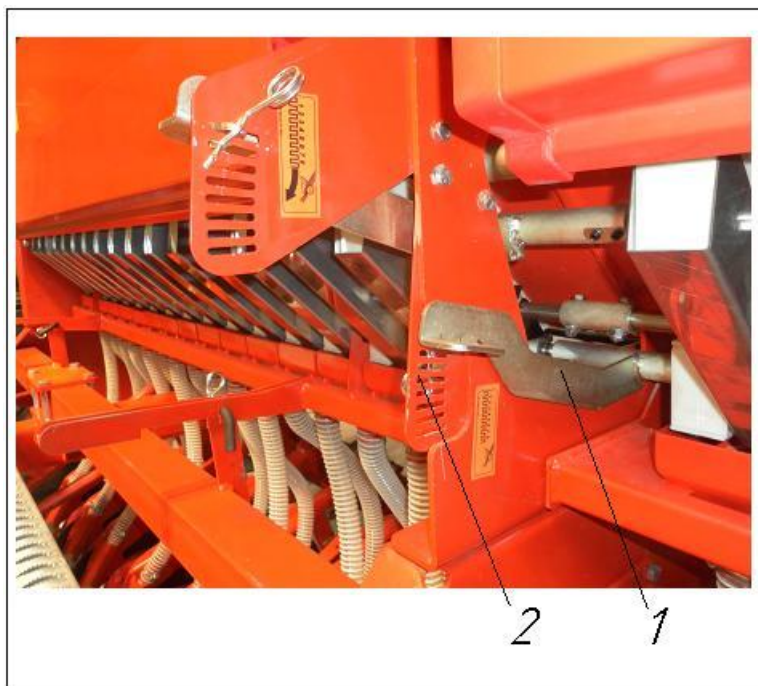

Рис.49
6.3.1. Установите рычаг клапана высевной коробки (Рис. 49/1) на табличное значение (смотрите Рис. 18). Рычаг клапана высевной коробки может быть установлен в одно из 8 возможных отверстий.
6.3.2. Зафиксируйте регулировочный рычаг клапанов пружинным фиксатором (Рис. 49/2).